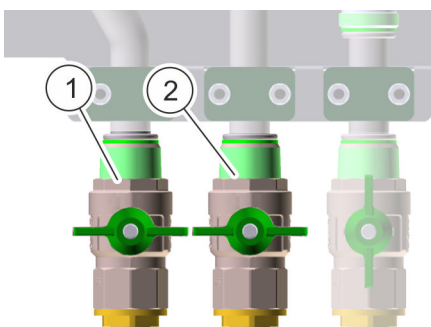

Abb. 61: Kugelhähne Frischwasser öffnen
- 6.** → Anschluss Trinkwasser (kalt) (Abb. 61/2) öffnen.
- 8.** → Anschluss Trinkwasser (warm) (Abb. 61/1) öffnen.